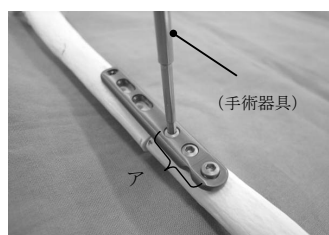

図 3
(2) 尺骨プレート（OSR2-UL）の固定の場合
- ① 患部にプレートを設置し、長穴に隣接した複数の丸穴（図 3 のア）の骨にロッキングスクリューを固定するためのドリリングを行い、その穴にロッキングスクリュー（OSR2-LS-3.5）を固定する（図 3）。